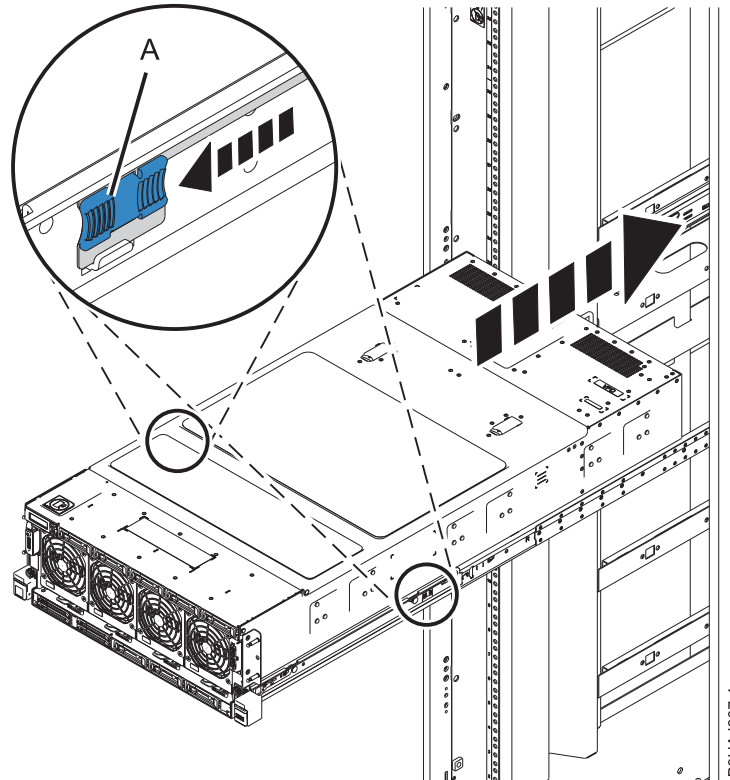

Figura 20. Liberando as travas no meio dos trilhos e empurrando o sistema para dentro do rack
6. Mude para a parte frontal do rack. Libere as travas no meio dos trilhos (A) e empurre o sistema a meio caminho para o rack, como mostrado na Figura 20 na página 22.
8. Libere as travas no meio dos trilhos (**A**) novamente e empurre o sistema o restante do caminho para o rack, como mostrado na Figura 20.